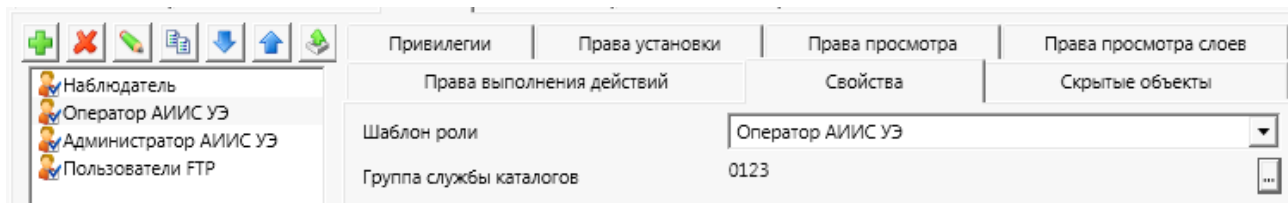

Рисунок 16 – Подраздел **Свойства**
3.3.3.6 Подраздел **Свойства** (рисунок 16) содержит: